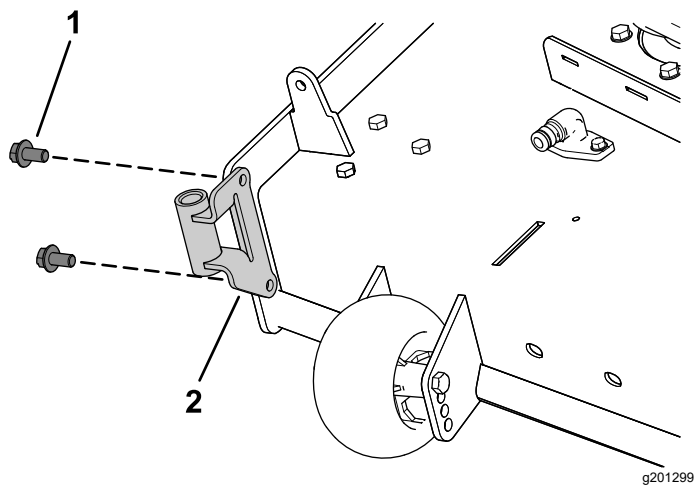

Figura 8
- Montați suportul suflantei pe puntea mâinii de tuns iarba folosind 2 uruburi cu cap hexagonal și aibă ($\frac{3}{8} \times \frac{3}{4}$ ") așa cum se arată în Figura 8.